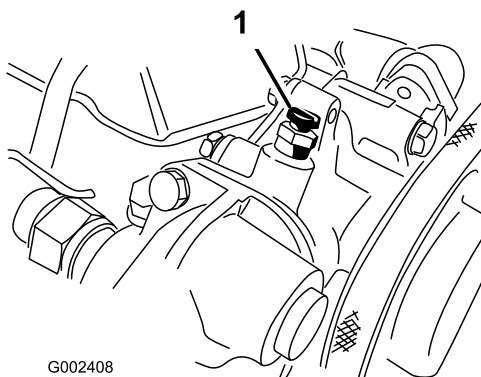

Bild 61
6. Öffnen Sie die Entlüftungsschraube oben an der Wasserpumpe (Bild 61).